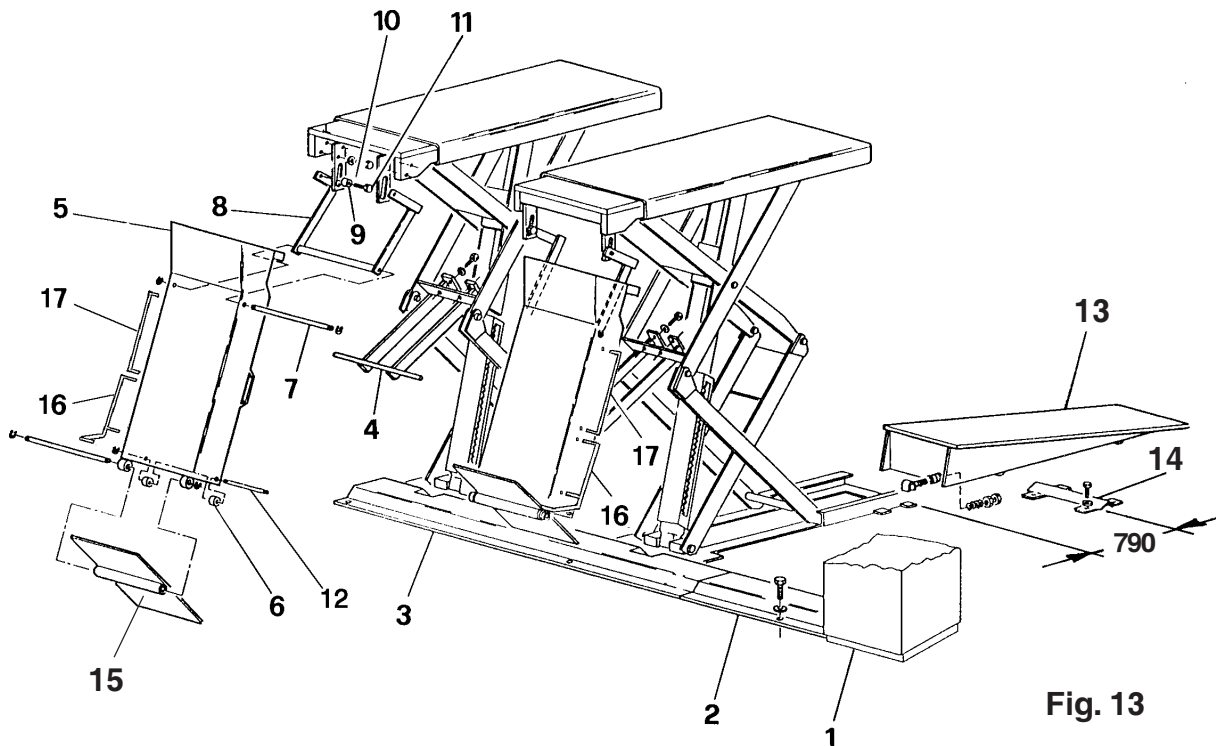

Fig. 13
Rif. Fig.13. Posizionare le coperture (2-3) e la centralina (1). Utilizzando i fori esistenti come dime, forare con punta da 9 mm., profondità 50 mm. Fissare con tasselli in dotazione e rimontare il mobile sulla centralina.
Ref. Fig.13. Place the covers (2-3) and the control unit (1) in position. Using the existing holes as templates, drill to a depth of 50 mm with a 9 mm bit. Fasten with the plugs supplied and fit the unit onto the control unit.
Zu Abb. 13. Die Abdeckungen (2-3) und den Schaltschrank (1) positionieren. Die bestehenden Bohrungen als Schablonen verwenden und mit einem 9 mm Bohrer 50 mm tief bohren. Mit den mitgelieferten Dübeln befestigen und das Gehäuse wieder auf den Schaltschrank montieren.
Réf. Fig. 13. Positionner les protections (2 et 3) et la centrale (1). Utiliser les trous existant comme gabarit et percer avec une mèche de 9 mm, à une profondeur de 50 mm. Fixer les chevilles en dotation et remonter le meuble sur la centrale.
Ref.Fig.13. Colocar las cubiertas de protección (2-3) y la caja de control (1). Utilizando los agujeros existentes como plantillas, agujerear con una punta de 9mm. a una profundidad de 50 mm. Fijar con los tacos que se dan con el equipamiento y volver a montar el mueble en la caja de control.
Rif. Fig. 13.
Ref. Fig.13.
Siehe Abb. 13. Die Abrollsicherungen (15) montieren, die Fussabweiser (16) und (17) montieren.
Réf. Fig. 13. Monter les arrêts (15), monter les garde-pieds (16) et (17).